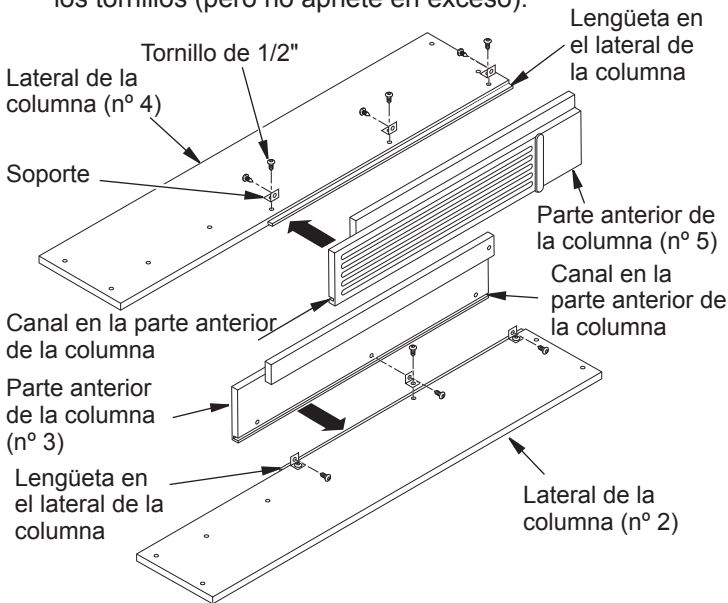

Figura 1 - Ensamblaje de columna izquierdo y derecho
1. Apoye el panel lateral derecho (n° 2) hacia abajo sobre una superficie suave para no dejar marcas en el acabado. Fije tres soportes con tornillos de 1/2" a la parte inferior de la columna anterior derecha (n° 3) dejando los tornillos un poco flojos. Coloque los soportes hacia afuera, hacia el lado de la lengüeta (consulte la figura 1). Coloque la columna anterior derecha sobre el lado derecho (n° 2), haciendo que el canal en la misma coincida con la lengüeta del costado, tal como se ve en la figura 1 de la página 2, y que los adornos laterales coincidan con el adorno de la parte anterior. Alinee los orificios roscados a los soportes al costado. Pase tres tornillos de 1/2" a través de los soportes. Alinee la parte inferior del ensamble de lateral y columna para que queden parejos entre sí. Sostenga estas piezas con firmeza mientras aprieta los tornillos (pero no apriete en exceso).